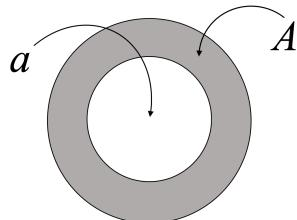

Рис. 2. Внутреннее сечение и сечение стенок трубы.
3. Определите площадь внутреннего сечения трубы a и площадь сечения ее стенок A (см. рисунок 2).